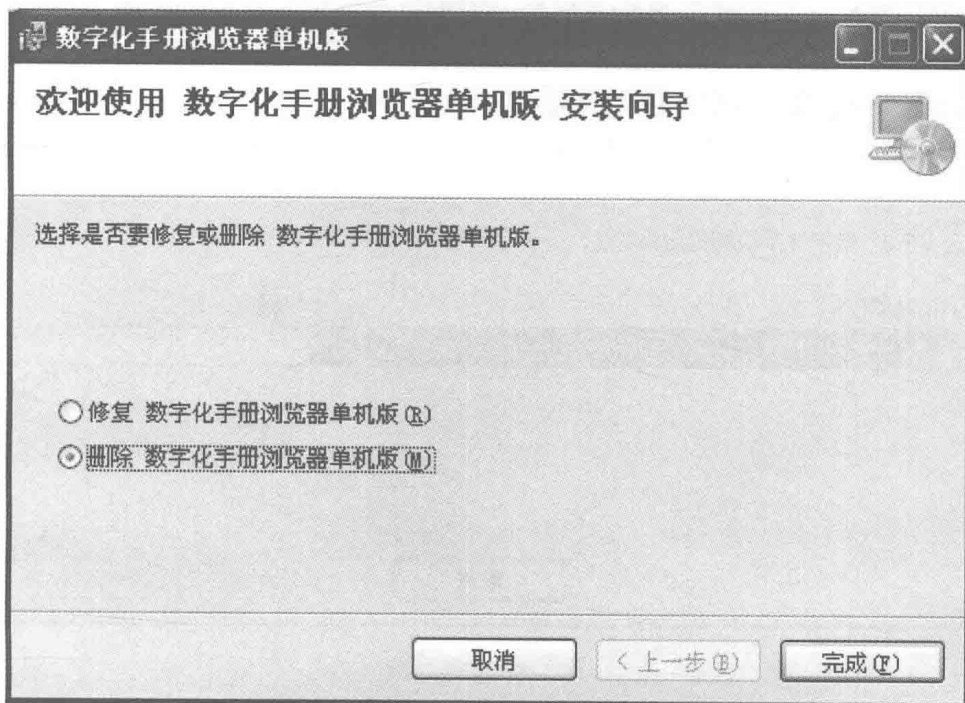

图 1-6 “选择是否要修复或删除 数字化手册浏览器单机版” 窗口
如果第一次安装失败，在进行下一次安装时，系统会弹出“选择是否要修复或删除数字化手册浏览器单机版”窗口（见图 1-6），选择“删除 数字化手册浏览器单机版 (M)”单选框，单击“完成”按钮，删除此前的安装程序。然后再重新进行安装操作。